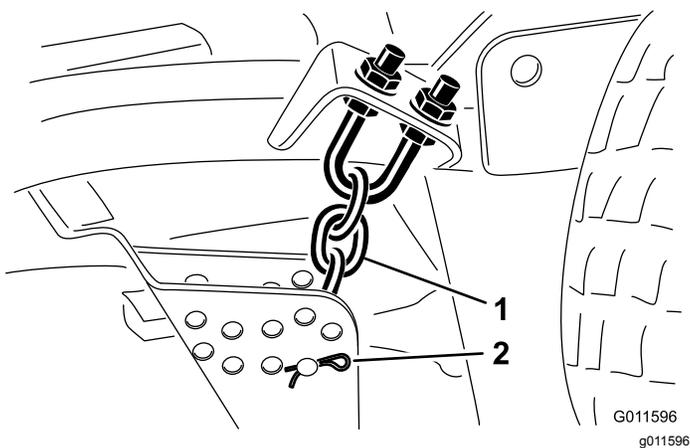

Рисунок 24
9. Снимите шплинт и шплинтуемый штифт, которые крепят цепи регулировки высоты скашивания к задней части деки газонокосилки (Рисунок 24).